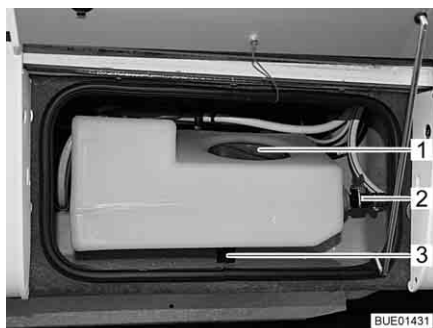
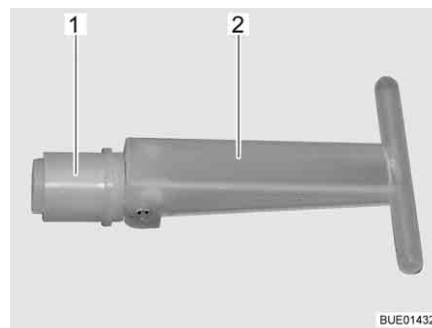

Bild 199 Zusatz-Wassertank
Bild 200 Verschluss-Stopfen
Wenn das Entleerventil (Bild 199,2) offen ist, ist die Füllmenge des Zusatz-Wassertanks auf ca. 30 l begrenzt; überschüssiges Wasser läuft ab. Wenn das Entleerventil geschlossen ist, steht das gesamte Tankvolumen zur Verfügung.
Wenn der Verschluss-Stopfen (Bild 200,1) im Inneren des Zusatz-Wassertanks gezogen wird, fließt das Wasser über den Ablauf (Bild 199,3) ab. Der Verschluss-Stopfen ist durch die Serviceöffnung (Bild 199,1) erreichbar.
- Sicherstellen, dass der Verschluss-Stopfen (Bild 200,1) im Zusatz-Wassertank geschlossen ist (Handgriff (Bild 200,2) ist umgeklappt).
- Sicherstellen, dass das Entleerventil (Bild 199,2) geschlossen ist.
- Serviceöffnung (Bild 199,1) im Zusatz-Wassertank öffnen.
- Durch die Serviceöffnung den Handgriff (Bild 200,2) des Verschluss-Stopfens (Bild 200,1) senkrecht stellen und den Verschluss-Stopfen herausziehen.
- Entleerventil (Bild 199,2) am Zusatz-Wassertank öffnen.